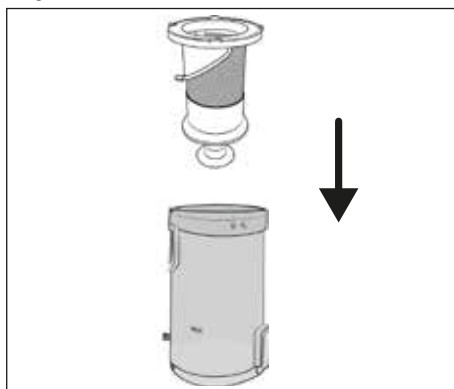

Abb. 23
- 6) Setzen Sie den Edelstahlfilter **6** in den Staubbehälter **7** ein und drücken Sie ihn ganz nach unten (siehe Abb. 23). Achten Sie dabei auf die unterschiedlich großen Arretierungen am Edelstahlfilter **6**. Der Edelstahlfilter **6** kann durch diese Arretierungen nur in einer Position in den Staubbehälter **7** eingesetzt werden.